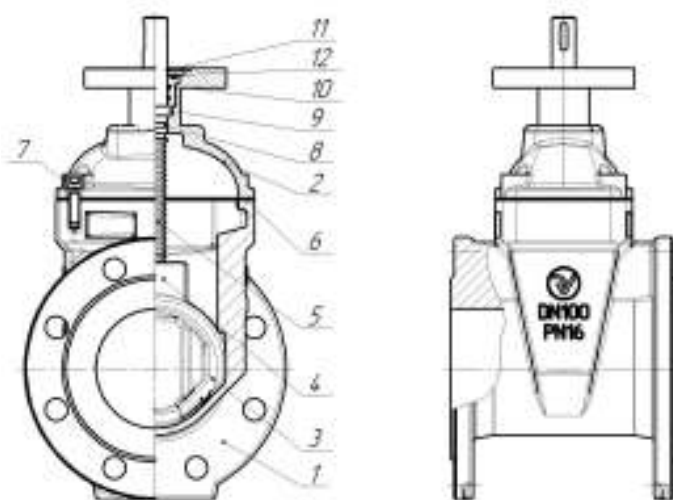

Рисунок 1. Задвижка Ду 40-1000:
1.2.10. Основные размеры и массогабаритные характеристики задвижек приведены на рис. 1.
1.3.2. Крутящий момент от электропривода передается на шпindelь 5 (см. рис.1). Ходовая гайка 4, поступательно перемещается по оси шпинделя, приводя в движение связанный с ней клин 3, который открывает или закрывает проходное сечение задвижки.